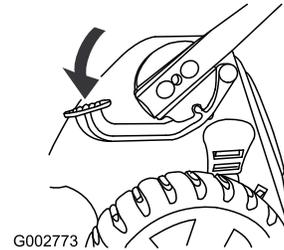

Bild 49
1. Treten Sie auf das Pedal und halten Sie es gedrückt (Bild 49).